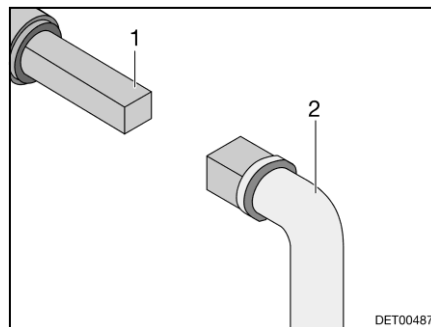

Bild 67 Bedienung Abwasserhahn
- Schlüssel (Bild 67,2) auf Vierkant (Bild 67,1) stecken.